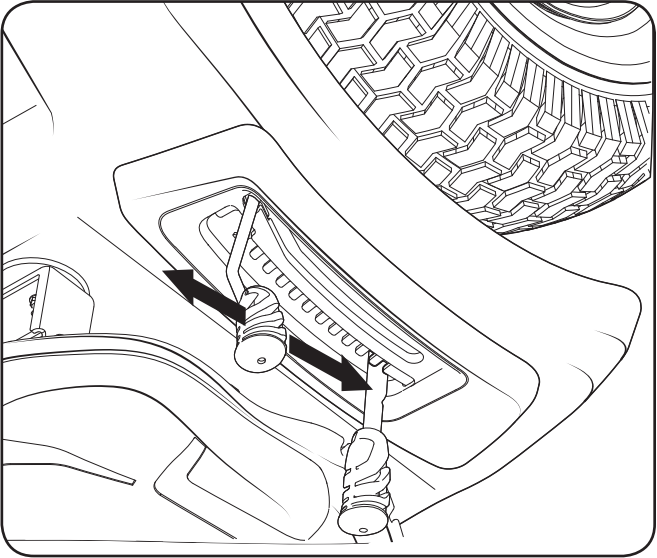

Figure 5-4 (Modèles à p.d.f. manuelle)
- b. Poussez la manette de la prise de force (Embrayage de la lame) vers l'avant à la position « ON » (Embrayée). Voir la Figure 5-4.